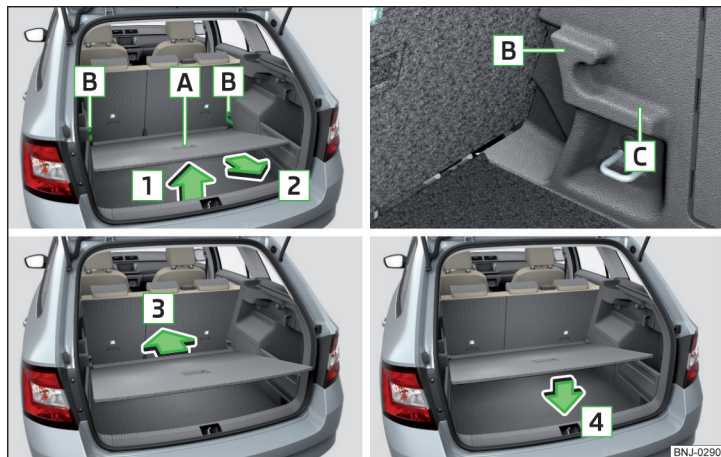

Рис. 102 Встановлення змінної підлоги у верхнє/нижнє положення
- Підійміть змінну підлогу за ручку **A** у напрямку стрілки **1** і частково пересуньте в напрямку стрілки **2** » Рис. 102.